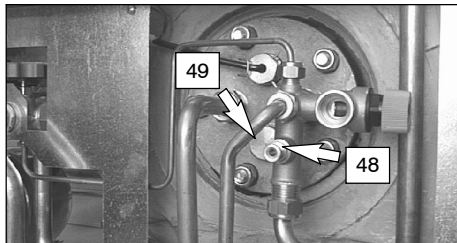

fig. 9.4 Vista lato inferiore
- 3 Allentare il rubinetto di scarico acqua sanitaria del bollitore 48 fig. 9.4 e scaricare l'acqua del bollitore.
Per garantire la costante protezione del bollitore sanitario contro la corrosione elettrochimica, si consiglia di far controllare periodicamente dal tecnico del Centro Assistenza Autorizzato l'integrità dell'anodo al magnesio (49 in fig. 9.4).